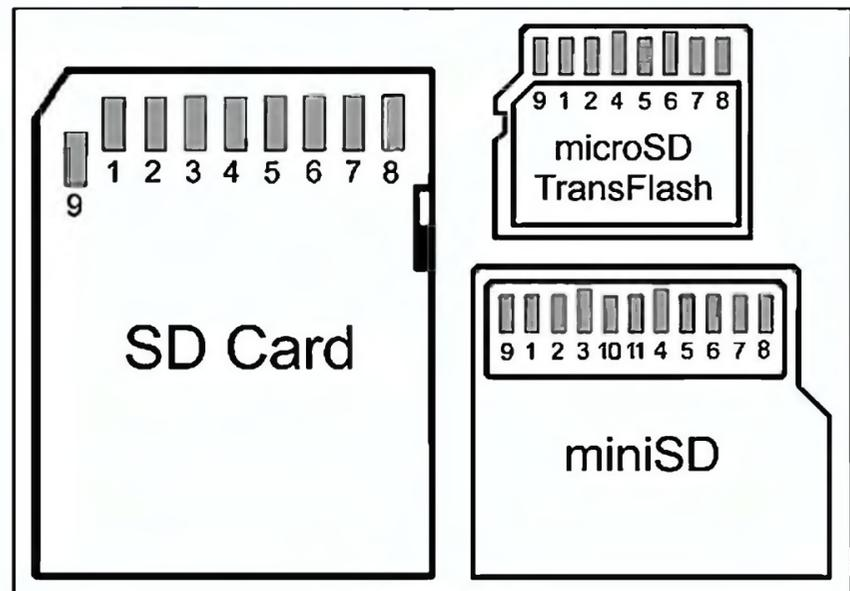

Рис. 56
5) Подать питание на WAV-плеер. Если все детали исправны и карта памяти электрически подключена верно (**рис. 56**), то в динамике